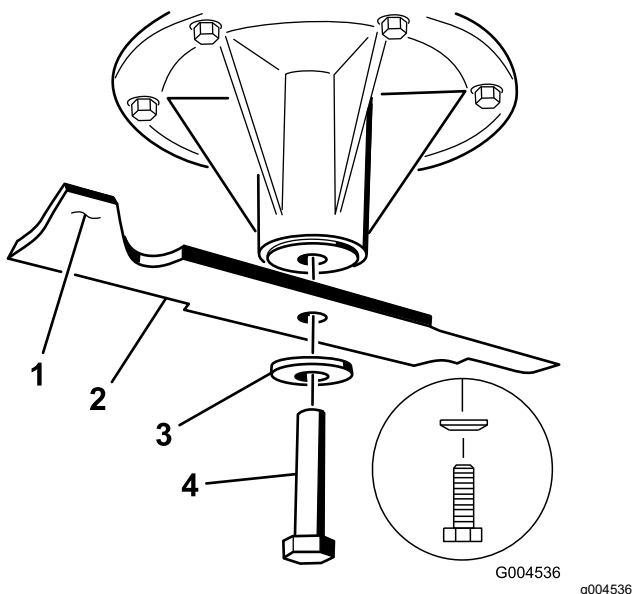

Figura 72
2. Instale la cuchilla en el eje (Figura 72).
3. Instale la arandela curva y el perno de la cuchilla (Figura 72).
Nota: El cono de la arandela curva debe estar orientado hacia la cabeza del perno (Figura 72).